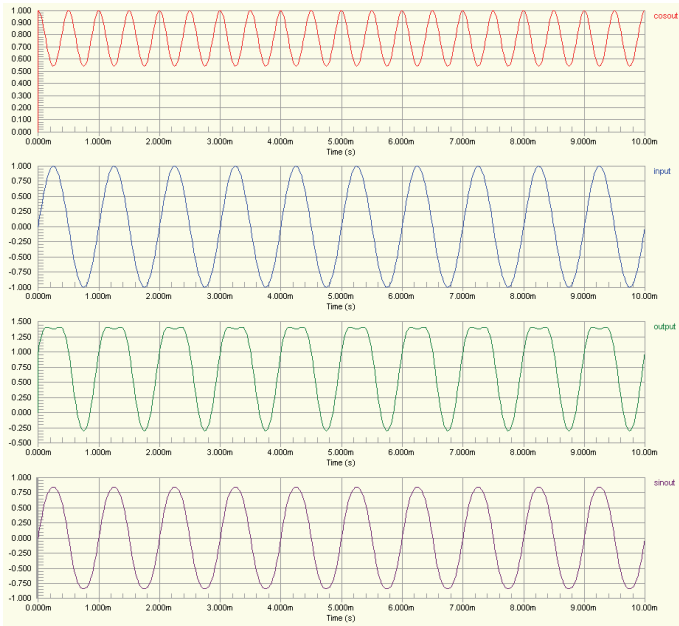
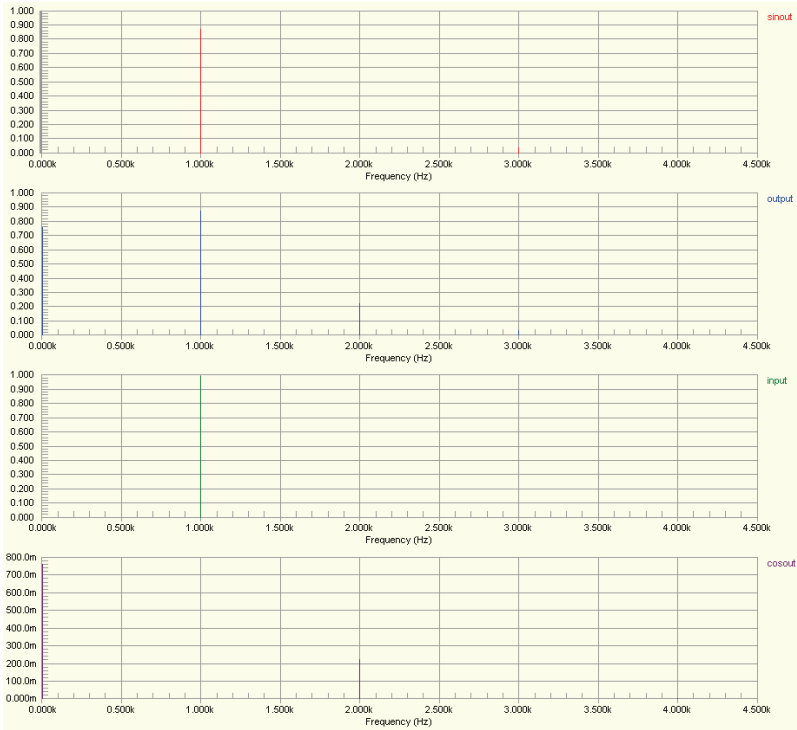

图 10-29 瞬态仿真分析波形
图 10-30 傅里叶分析的仿真波形
(13) 瞬态仿真分析的起始时间设置为“0.000”，终止时间设置为“10.00m”，时间步长及最大时间步长设置为“20.00u”，选中“Use Initial Conditions”复选框及“Fourier Anal”复选框，傅里叶分析中的基波频率设置为“500”。
(14) 设置完毕，单击  按钮，则系统开始电路仿真，瞬态仿真分析和傅里叶分析的仿真结果如图 10-29 和图 10-30 所示。